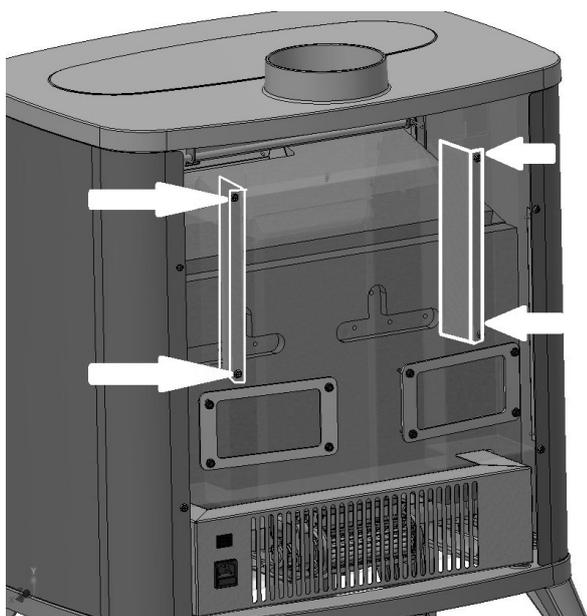

Fig. 15 - Suportes rotativos
- Retire os 2 suportes dos canais de passagem de fumos internos **Fig. 15**.